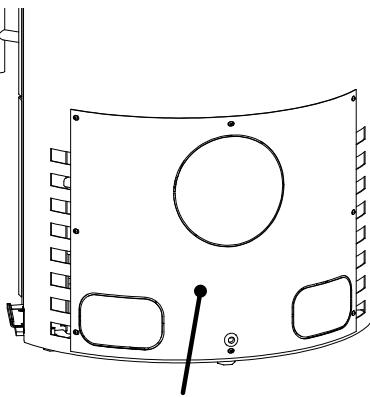

Fig. 1 Bekleding voor waternaansluiting
- Schroef de bekleding voor waternaansluiting van het achterwand (Fig. 1).